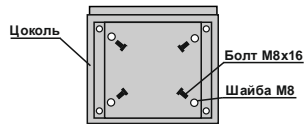

Рис.10
9.13 При необходимости установки цоколя, освободите его от упаковки и прислоните цоколь к нижней части собранного каркаса КВРУ и закрепите цоколь при помощи четырёх болтов М8×16 и четырёх шайб М8 входящих в комплект поставки КВРУ (Рис.10).